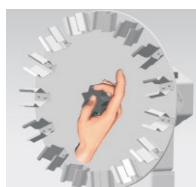

figura 2
2. Avvitare la maniglia di bloccaggio fino a quando il vassoio risulta fissato, come mostrato nella figura 2.